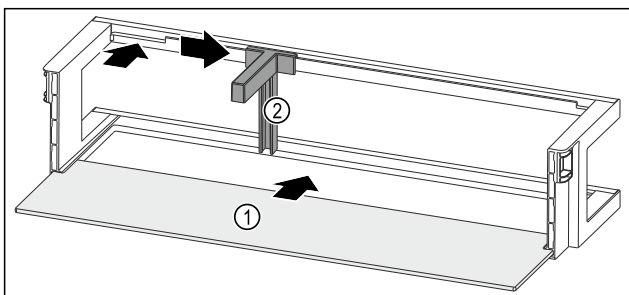

Fig. 129 Дверная полка со съемной полкой
- ▶ Вдвиньте съемную полку Fig. 129 (1) в боковые пазы.
- ▶ Установите держатель для бутылок Fig. 129 (2) в выемку.
- ▶ Сместите держатель для бутылок Fig. 129 (2) в нужное положение в сторону.